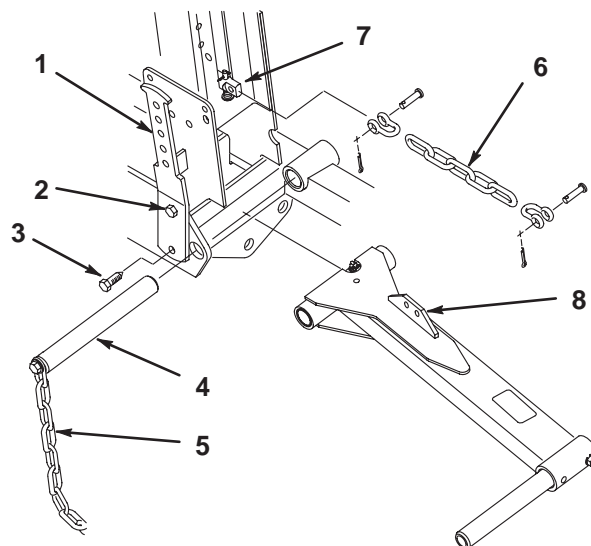

図 7
3. 左カウンタバランス・アームをフレームに固定している上キャップスクリュをゆるめる (図7)
4. 左カウンタバランス・アームをフレームに固定している下キャップスクリュをゆるめる (図7)。
5. カウンタバランス・アームを外側に回転させて左昇降アームのピボット・ピンとチッパー・チェーンを外す (図7)。
6. 昇降アームをフレームの取り付け穴に合わせ、ピボット・ピンを差し込んで取り付ける (図7)。このとき、カウンタバランス・アームがピンのスロットに嵌まるようにする。カウンタバランス・アームはまだ固定しない。